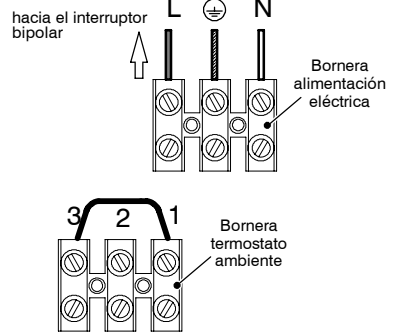

fig. 5.13
- 1 Conectar el cable de alimentación eléctrica procedente del interruptor bipolar a la bornera de alimentación eléctrica de la caldera fig. 5.13, respetando la correspondencia de la línea (hilo marrón) y del neutro (hilo azul).
Para la conexión de un termostato de ambiente a la caldera, utilizar la bornera de termostato ambiente fig. 5.13